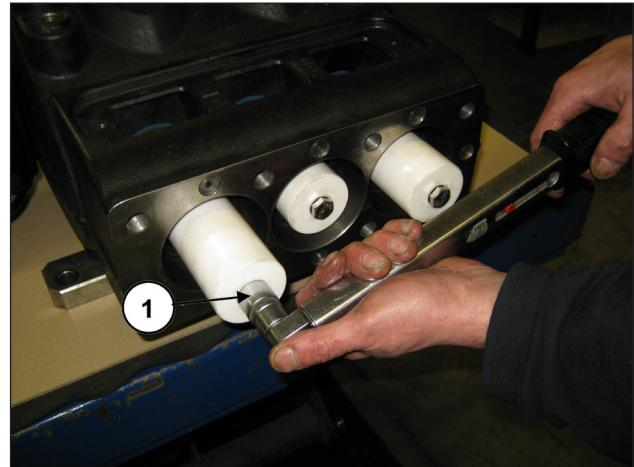

Рис. 152
Демонтируйте поршни, открутив крепежные винты (поз. ①, Рис. 152).